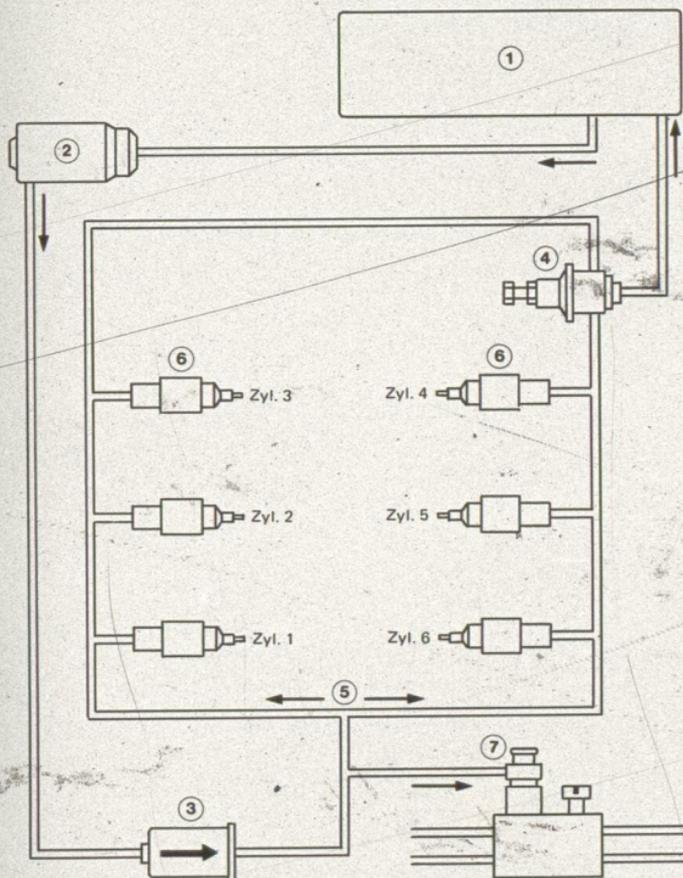

Bild 55
Die Elektrokraftstoffpumpe arbeitet im direkten Durchfluß. Zwischen den Einspritzventilen der Zyl. 3 und 4 sitzt der Druckregler ⑤ und begrenzt den Kraftstoffdruck auf 2 kp/cm². Die Elektroinspritzventile ⑥ sowie das Startventil ⑦ sind über Verteilerstücke an die Druckleitung angeschlossen. (Bild 55)